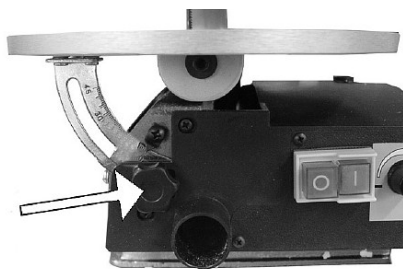

Abb. 8: Säge Tisch neigen
Schritt 1: Die Klemmschraube (Abb.8) lösen.